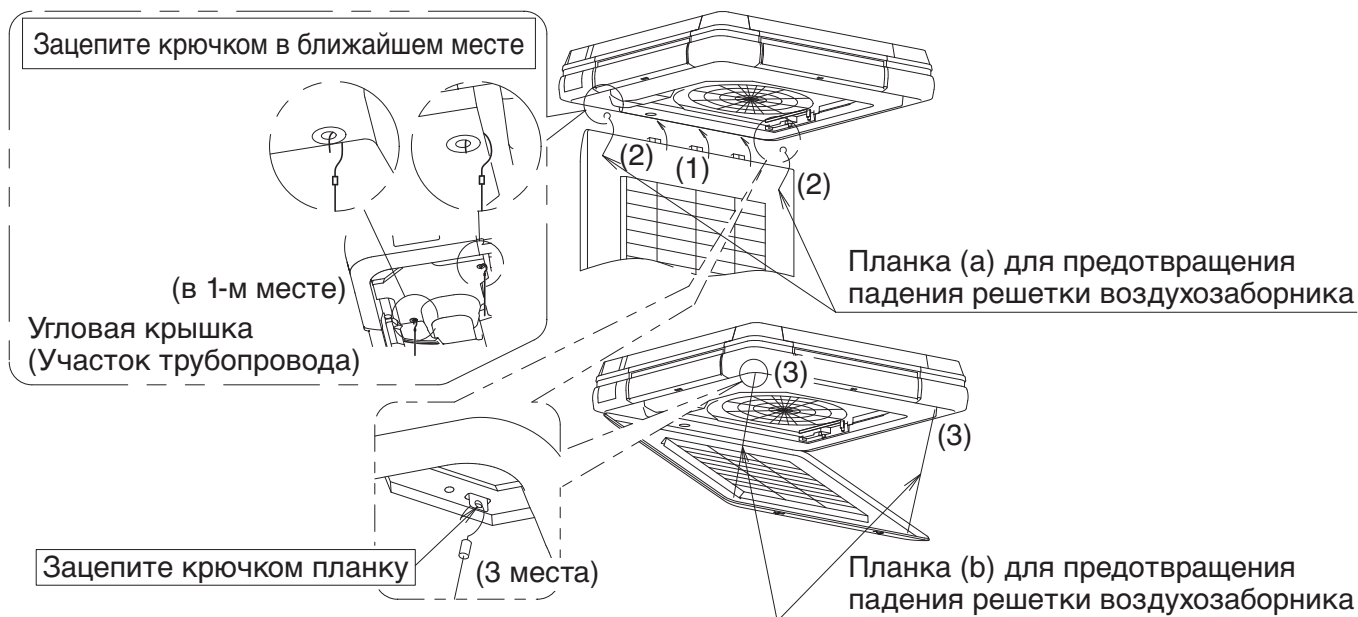

Рис. 47
- После присоединения решетки воздухозаборника в обратном направлении, упомянутом в пункте “4. ПОДГОТОВИТЕЛЬНЫЕ МЕРОПРИЯТИЯ ПЕРЕД МОНТАЖОМ - (3)” (См. **Рис. 47-(1)**), зацепите крючком планку (а), чтобы решетка воздухозаборника не упала. (См. **Рис. 47-(2)**)
- Зацепите крючком планку (b), чтобы решетка воздухозаборника не упала. (См. Рис. 47-(3))